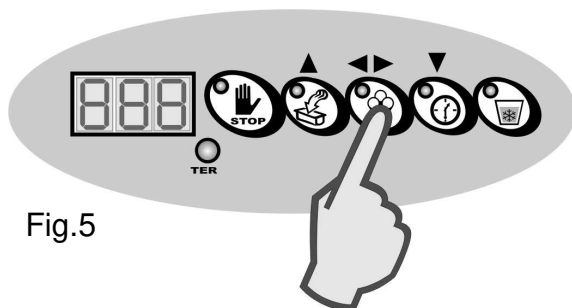

Fig.5
- In seguito, premere il tasto Conferma per avviare il nuovo ciclo di produzione granita (fig.5).